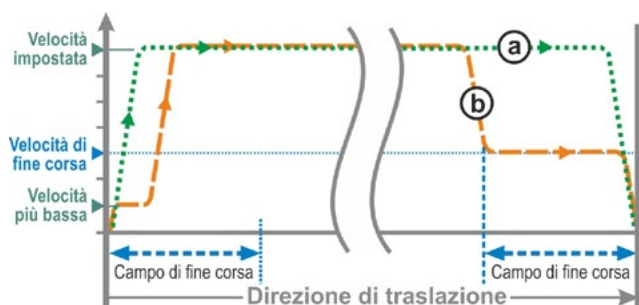

Fig. 3: Velocità di fine corsa "Avvio/arresto rapido"
- In caso di spegnimento **in funzione della corsa**, la velocità viene ridotta poco prima della posizione di fine corsa affinché l'attuatore si arresti, si veda fig. 3, curva **a**.